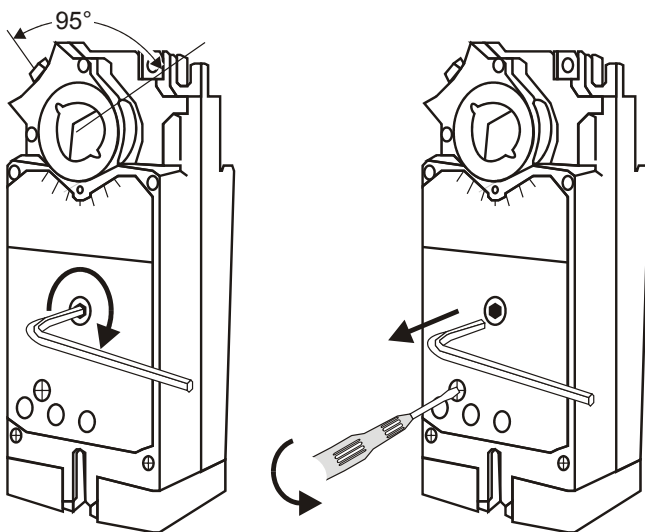

Рис. 3. Установка положения вручную
2. Вставьте шестигранник (ключ) как показано на Рис. 3.